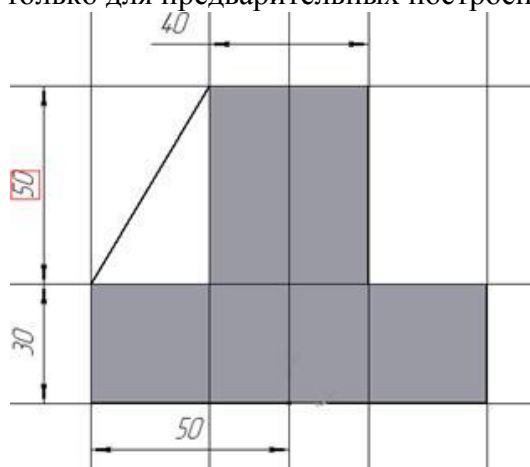

Рисунок 56 - Построение эскиза ребра жесткости
4. Для построения ребер жесткости на фронтальной плоскости проекций построим эскиз (рис.56), для которого предварительно сделаем вспомогательными прямыми разметку. Эскиз обязательно следует вычерчивать отрезком (тип линии – основная), вспомогательные прямые служат только для предварительных построений.